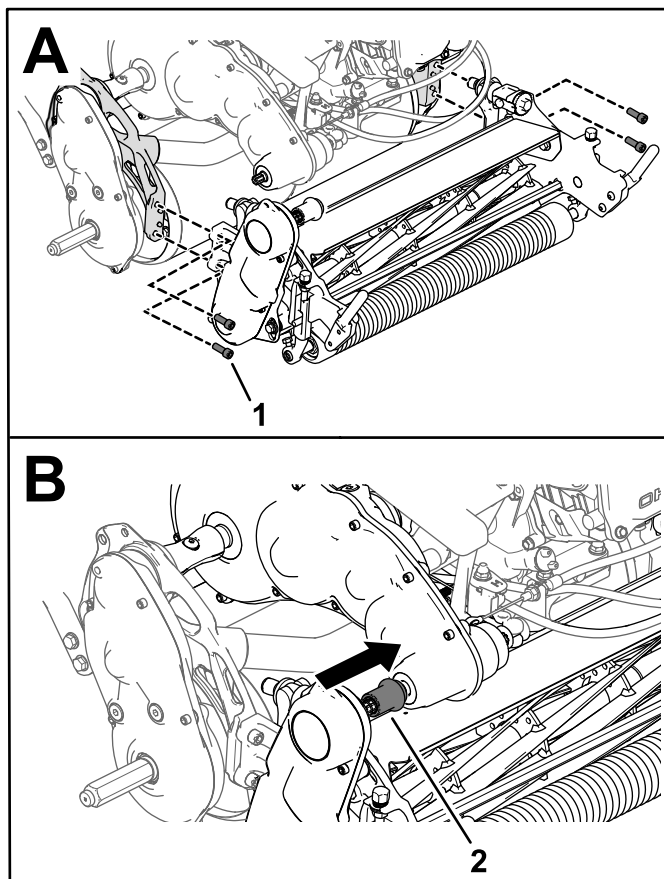

Bild 47
- Verwenden Sie die vier Bundkopfschrauben, um das Mähwerk am Rahmen zu befestigen (**Bild 47**).
- Schieben Sie die Kupplung des Mähwerks auf die Getriebeantriebswelle (**Bild 47**).